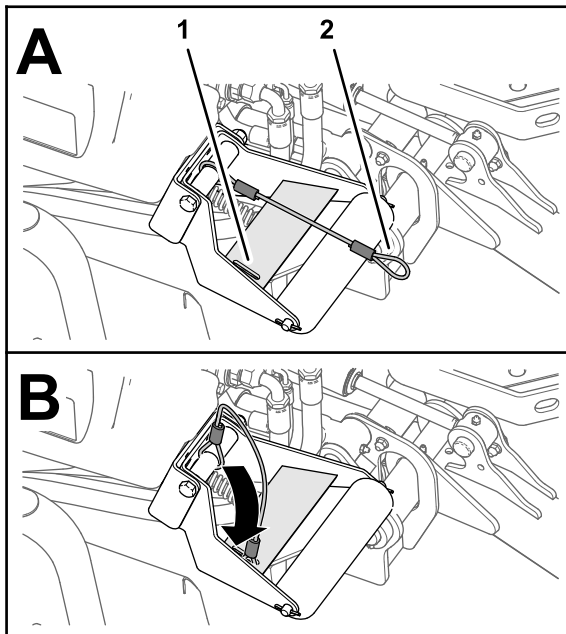

Bild 41
4. Schieben Sie die Schleife der Verbindungseile bei abgesenkten Mähwerken in den Schlitz in der Verstärkungsplatte der Rollenstütze (Bild 41).